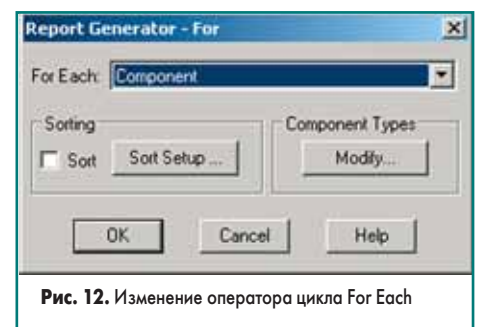

Рис. 12. Изменение оператора цикла For Each
28. В появившемся диалоговом окне Report Generator – For (рис. 12) нажмем кнопку Sort Setup.
34. Убедимся, что все настройки в окне Report Generator – For выполнены, как показано на рис. 12, и нажмем кнопку OK.